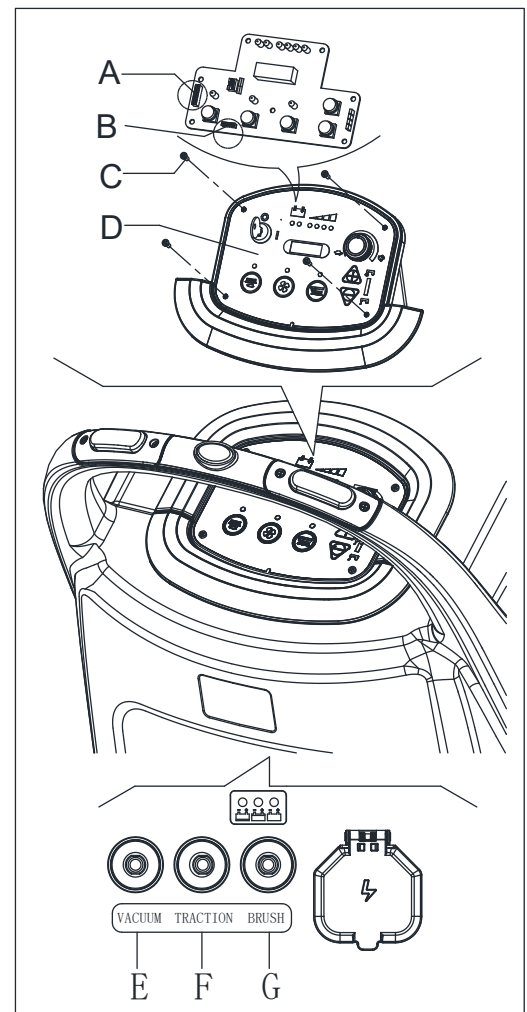

Figura 24
3. Retire os parafusos (C, Figura 24) do painel de controlo (D), e gire o PCB para encontrar o fusível (A e B, Figura 24).